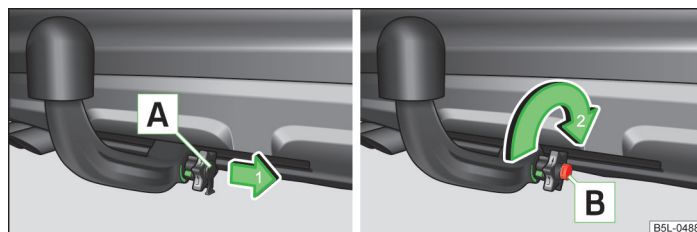

Fig. 131 Rimozione del cappuccio di chiusura / sblocco della serratura
- Rimuovere il cappuccio **4** dalla serratura della manopola nella direzione della freccia **1** » fig. 131.